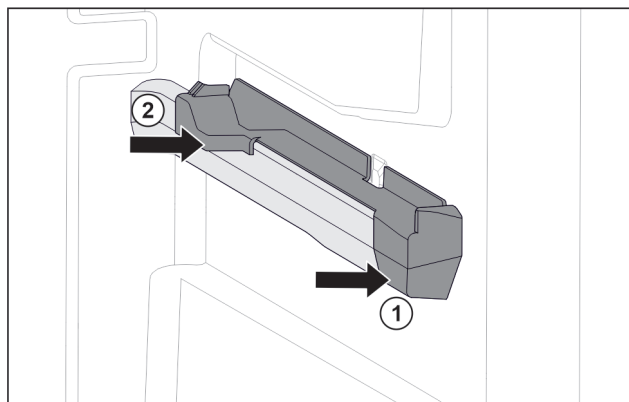

Fig. 119 Вставная часть на правом контейнерном ребре
- ▶ Наденьте вставную часть спереди на контейнерное ребро. Fig. 119 (1)
- ▶ Нажмите на вставную часть сзади. Fig. 119 (2)